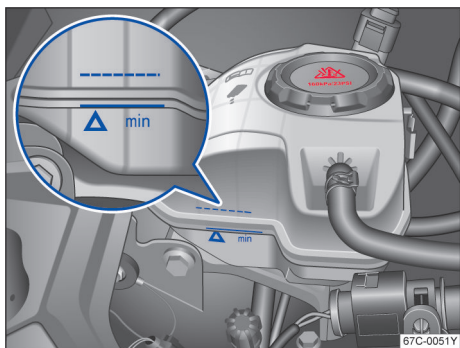

图 129 冷却液补偿容器上的液位标记
- 发动机处于冷态时检查冷却液液位是否处在膨胀罐侧面的标记范围内 → 图 129。